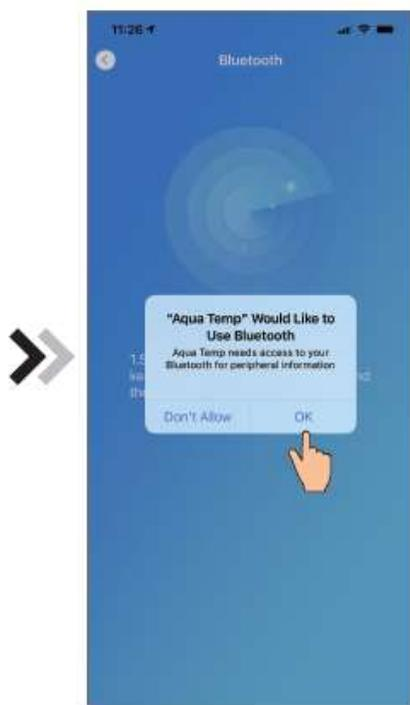

Fig.10 Autoriser bluetooth
4. Cliquez sur « OK » pour autoriser bluetooth (Fig.10) ;